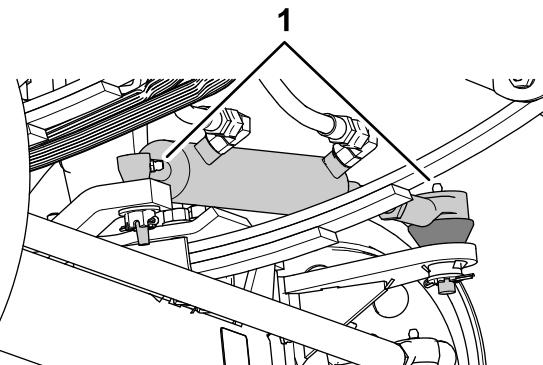
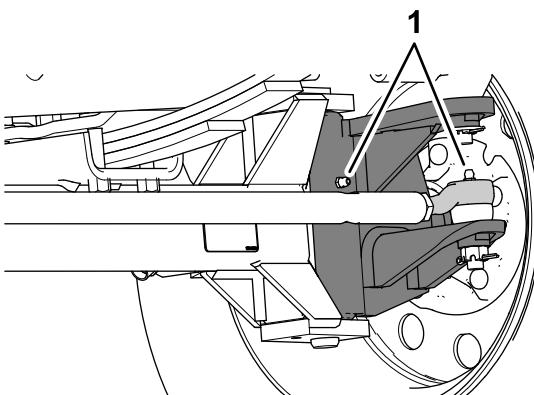

图 71
图 72
1. 将黄油嘴擦拭干净 图71和图72。
2. 用黄油枪将润滑脂打入到黄油嘴 图71和图72。
注意 黄油嘴的位置如图71中所示。